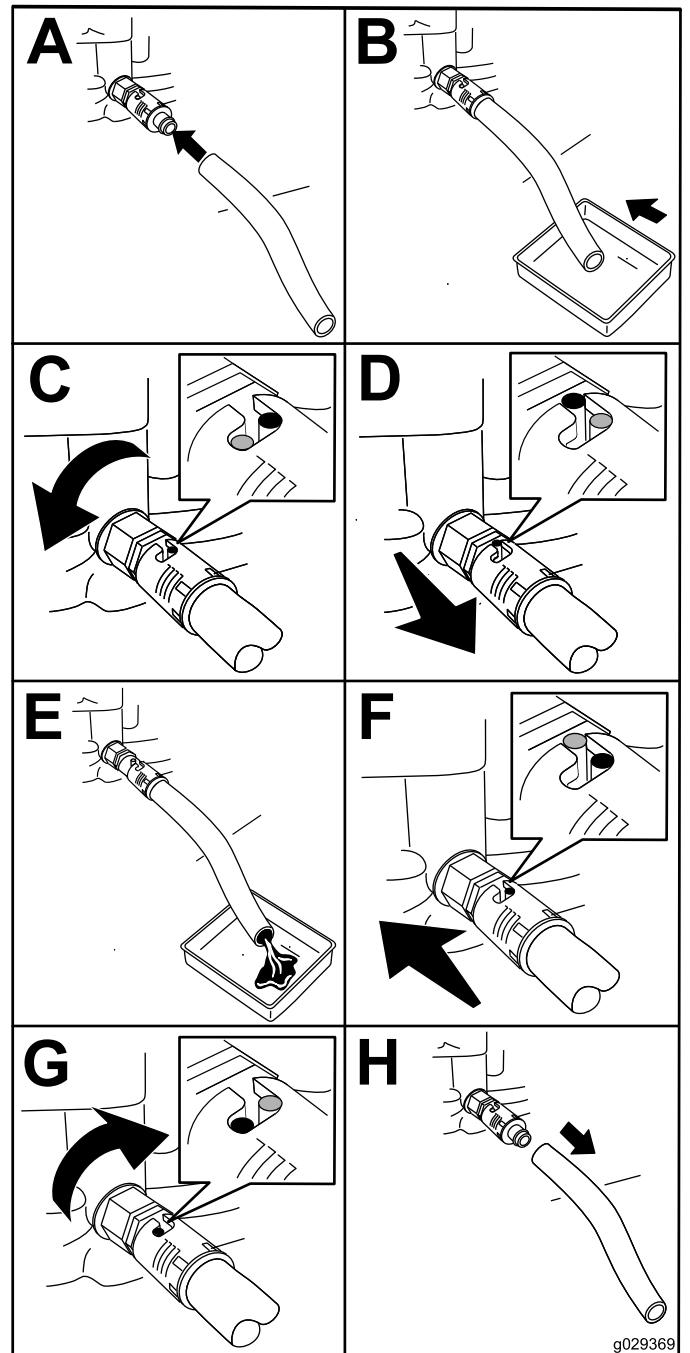

Bild 30
1. Stecken Sie den Ablassschlauch auf das Ablassventil (Bild 30).
2. Legen Sie das andere Schlauchende (Bild 30) in eine Auffangwanne mit 1 l Fassungsvermögen.
3. Drehen Sie das Ölablassventil um eine Vierteldrehung gegen den Uhrzeigersinn, und lassen Sie das Motoröl vollständig ablaufen (Bild 30).
4. Drehen Sie das Ölablassventil zum Schließen um eine Vierteldrehung im Uhrzeigersinn (Bild 30).
5. Entfernen Sie den Ablaufschlauch (Bild 30), und wischen Sie verschüttetes Öl auf.